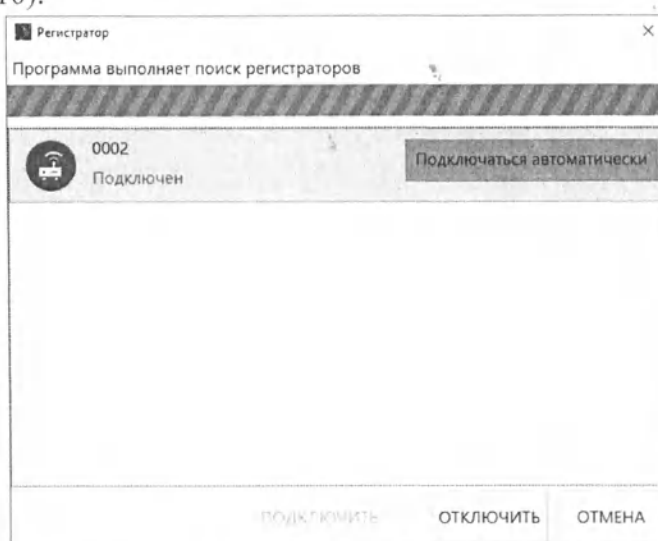

Рисунок 10. - Окно «Регистратор».
4. В окне «Регистратор» (открывается через кнопку Меню основного окна программы) нажать на отображаемый регистратор, затем кнопку «Подключаться автоматически» (Рис. 10).